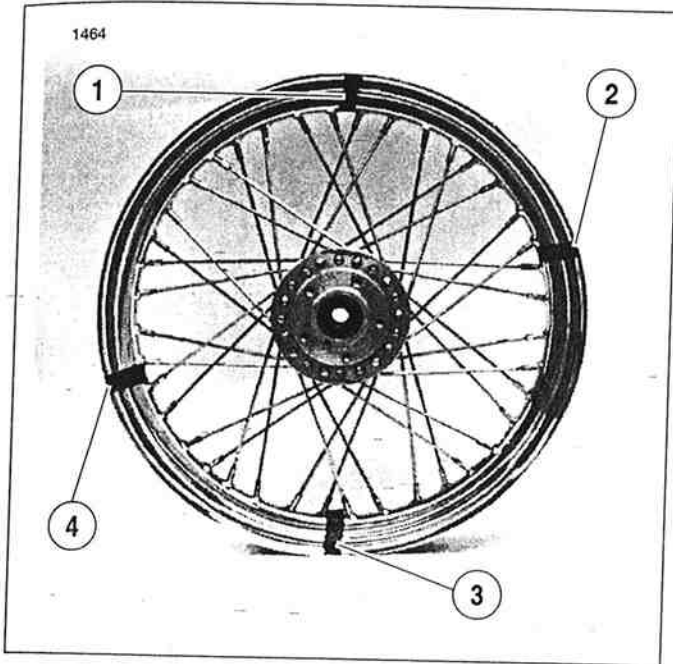

Figura 2-58. Marcado de los grupos de rayos
1. Vea la Figura 2-58. Con un trozo de cinta, marque el centro de cada uno de los cuatro grupos de cuatro como se muestra. Los grupos deben estar directamente el uno frente al otro y separados aproximadamente 90°.